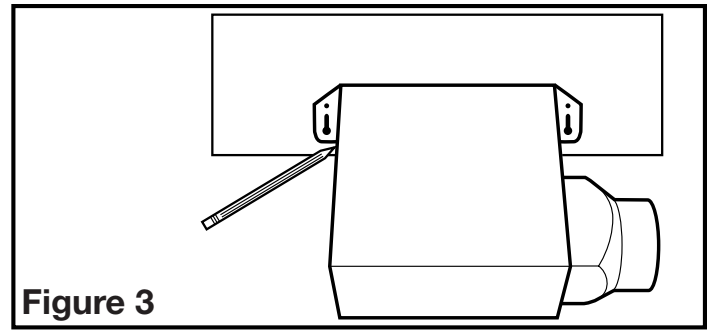

Figure 3
- 1b. **Construction existante :** Positionner le cabinet contre la solive ou le montant et tracer le contour du cabinet sur le matériau du mur / plafond (**Figure 3**). Mettre le cabinet de côté et découper l'ouverture, en prenant bien soin de ne pas couper ou endommager d'utilité électrique ou dissimulée. Placer le cabinet près de la solive ou du montant et vous assurer qu'il soit à effleurant avec le plafond fini ou avec le mur. Fixer avec quatre clous (non-fournis) pour assurer une installation adéquate (**Figure 2**).